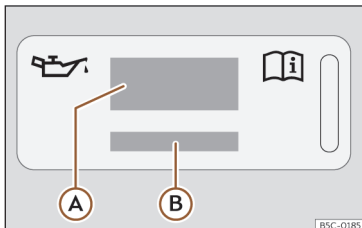

Fig. 197 No van motor: etiqueta de aceite de motor
Lenda da >>> **fig. 197:**
Se debe encher de novo o aceite do motor, use un dos aceites indicados na etiqueta >>> **fig. 197**. A etiqueta coa norma
- Se falta a etiqueta coa especificación do aceite motor >>> **fig. 197**, pónase en contacto cun taller especializado.